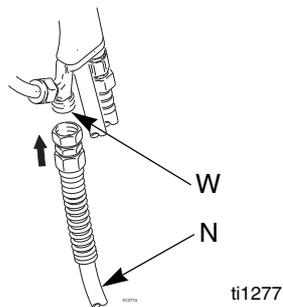

FIG. 6
4. Ligue a linha de fluido na entrada da pistola 3/8 npsm(W) (FIG. 6).